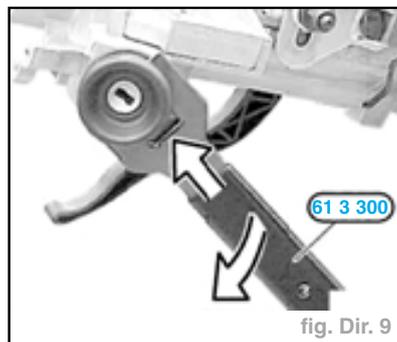

fig. Dir. 9
- Glisser l'outil réf. **61 3 100** entre le support neiman et l'antenne toroïdale et chasser cette dernière (fig. Dir. 9).